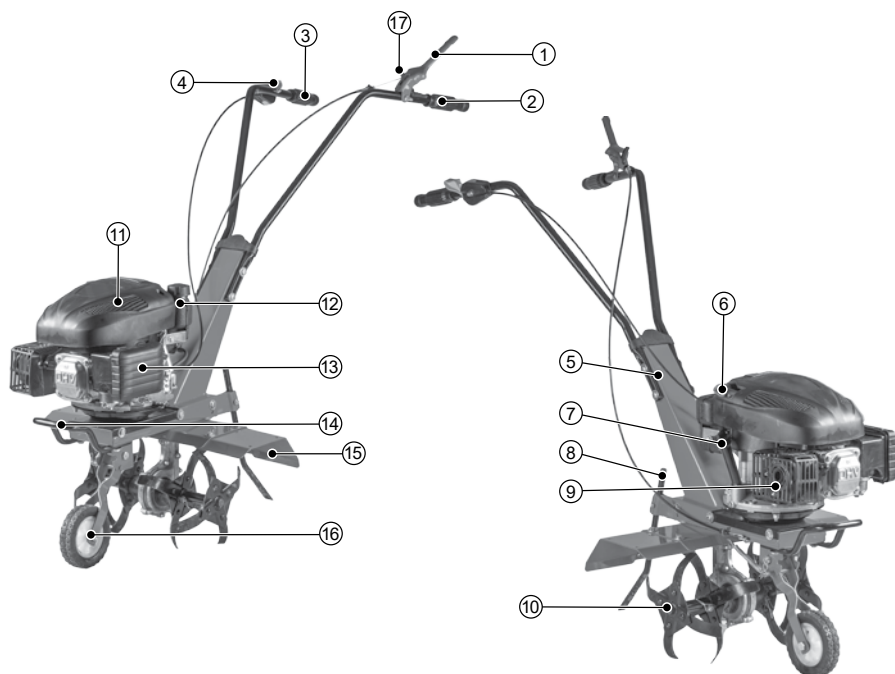

Рис. 1
3. Медленно вытаскивайте шнур ручного стартера 6 (рис. 1), пока не почувствуете сопротивление, а затем быстро потяните его. Повторите данный процесс несколько раз до запуска двигателя.
7. После окончания работы отпустите рычаг сцепления 1 (рис. 1) и дайте двигателю поработать без нагрузки в течение 2-3 минут.
8. Переведите регулятор оборотов 4 (рис. 1) в положение для остановки двигателя.